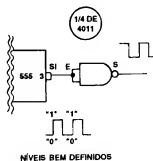

FIG. 10
- FIG. 10 - O INTEGRADO 555 (JÁ VISTO EM "AULA" ESPECÍFICA...) É UM EXCELENTE "COMPANHEIRO" PARA OS GATES E BLOCOS LÓGICOS C.MOS... - As exigências de "definição" clara de níveis "altos" ou "baixos", pertinentes aos C.MOS, fazem, por exemplo, com que suas Entradas "casem" muito bem com uma Saída de Integrado 555... Esse versátilíssimo Integrado, estudado em nada menos que duas "Aulas" específicas, é daqueles meio "híbridos", capazes de muito bem transitar tanto no universo ANALÓGICO quanto no DIGITAL... No caso, o importante é lembrar que a sua Saída (pino 3) sempre apresenta níveis ou estados muito definidos, ou praticamente iguais a "zero volt" (potencial equivalente ao da linha do negativo da alimentação...) ou praticamente equivalentes à Tensão positiva da alimentação... Nunca se mostrarão, num pino de Saída de 555, transições "lentas" de Tensão, "rampas" de "voltagem"... Suas mudanças de